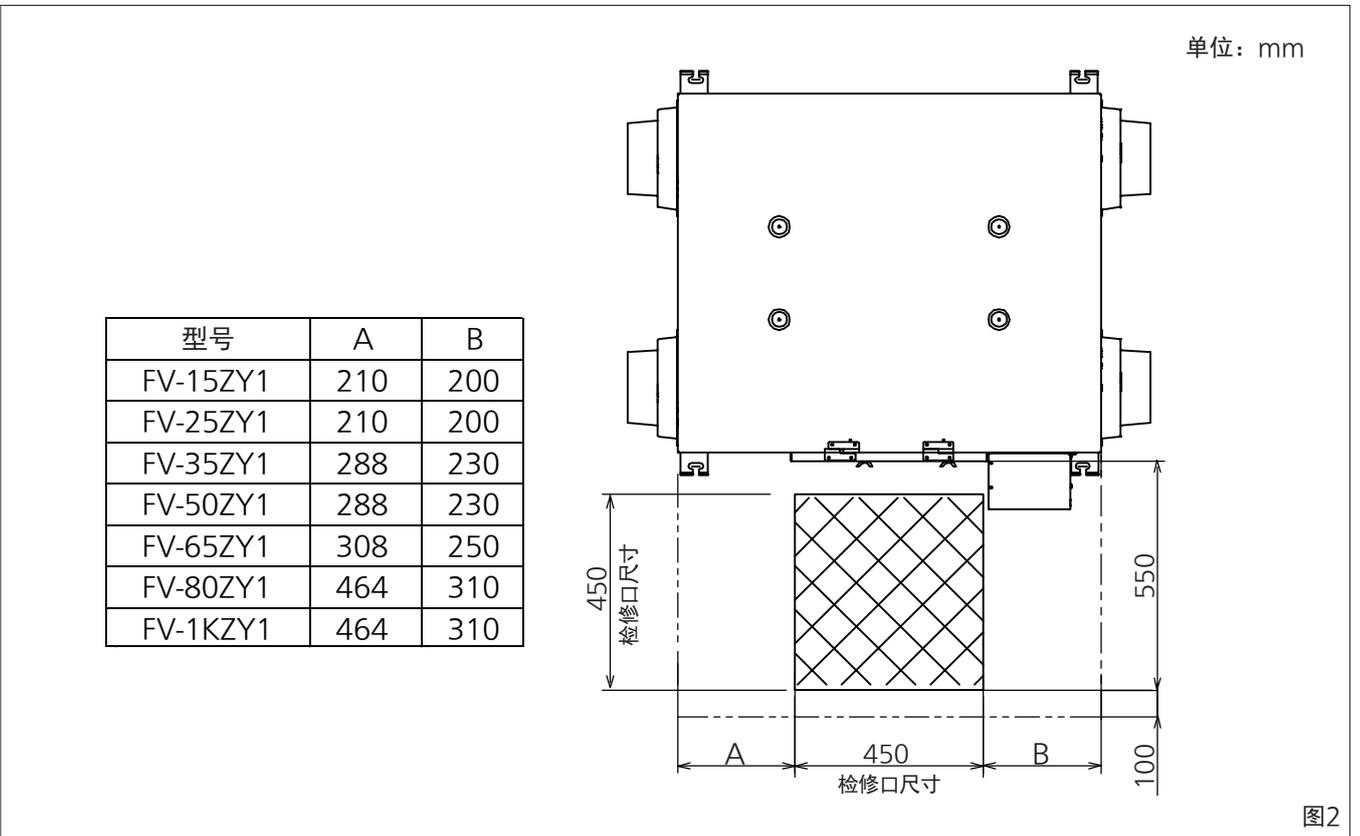

图2
②设置检修口（图2）
- (1) 双点划线内部为检修保留区，不应设置其他装置。
- (2) 逆向安装时，检修口的位置也要满足图2的尺寸关系。